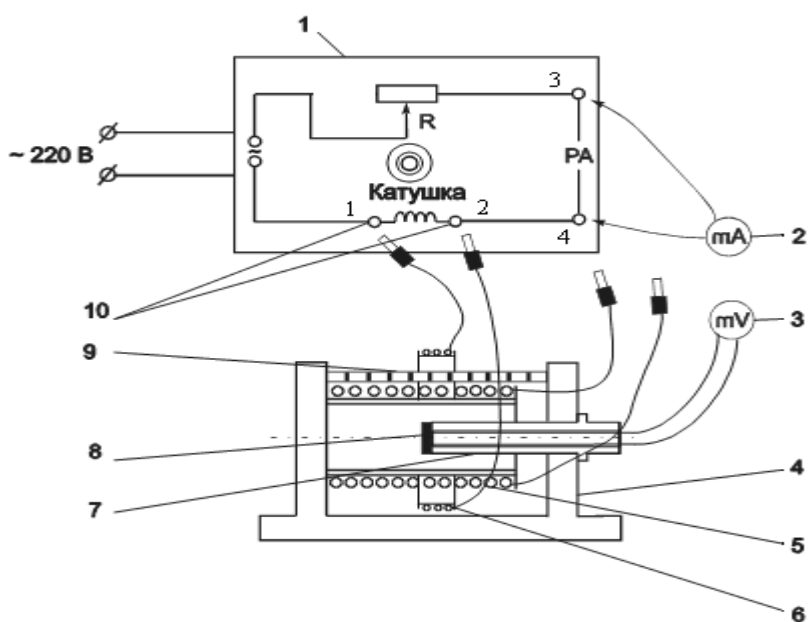

Рис. 2
Схема установки приведена на рис. 2. В состав установки входят:
Установка состоит (см. рис. 2) из лабораторного модуля 1, амперметра 2, милливольтметра 3 и каркасного элемента 4. В качестве измерительных приборов используются мультиметры.
2. Согласно рис. 2. кабель с выхода соленоида подключить к гнездам 1, 2 лабораторного модуля.
3. Согласно рис. 2. мультиметр «РА» (амперметр) подключить к гнездам 3, 4 лабораторного модуля.
4. Согласно рис. 2. кабель с выхода штока соленоида подключить к мультиметру «РВ» (милливольтметру).